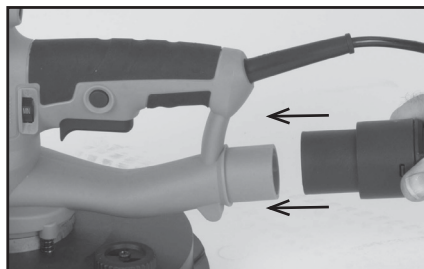

Fig. 9
- Conecte la manguera de extracción de polvo a la máquina presionándola contra el puerto de extracción de polvo de la máquina. (Fig. 9).